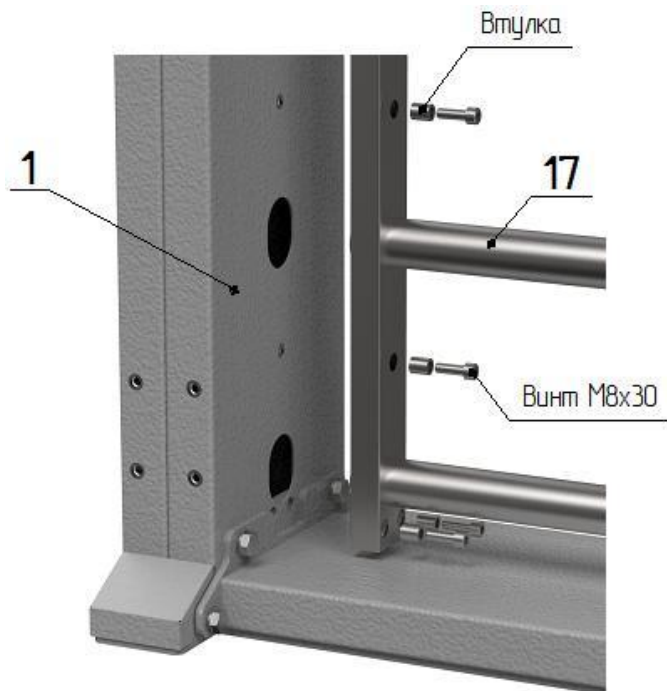

Рис. 3
– приставьте к внутренней плоскости стойки прохода **1** гребенку **17** (рис.3) с опорой на фланец напольной плиты **7** и прикрутите винтами M8x30 через дистанционные втулки.